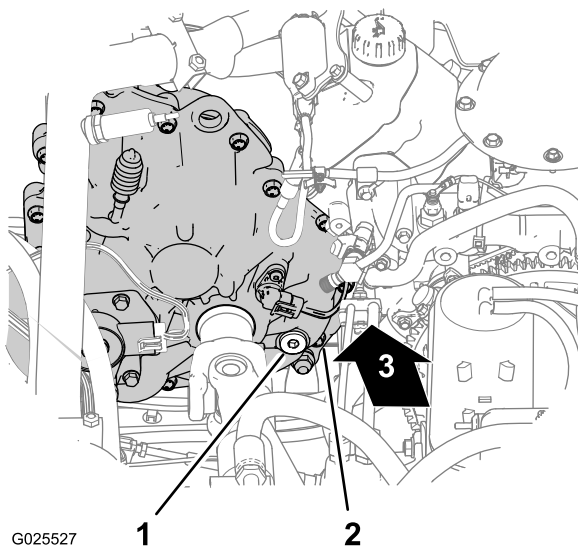
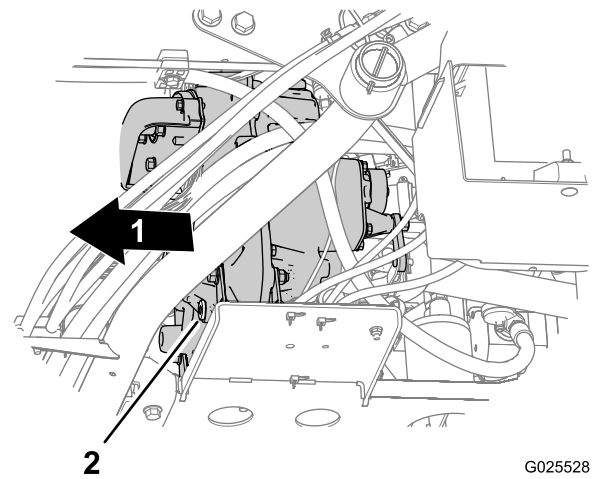

Figura 58
Figura 59
2. Localice el tapón de llenado en la parte interior trasera de la carcasa de la transmisión, y localice el tapón de vaciado en el lado exterior delantero de la transmisión (Figura 58 y Figura 59).
3. Retire el tapón de llenado del orificio de llenado girando el tapón en sentido antihorario y retirándolo de la transmisión (Figura 58).
4. Coloque un recipiente de vaciado debajo del tapón de vaciado (Figura 59).
5. Retire el tapón de vaciado del orificio de vaciado girando el tapón en sentido antihorario y retirándolo de la transmisión (Figura 59).
6. Instale el tapón de vaciado (Figura 59).
7. Añada 700 ml de fluido de transmisión Dexron VI a la transmisión por el orificio de llenado (Figura 58).
8. Instale el tapón de llenado (Figura 58).